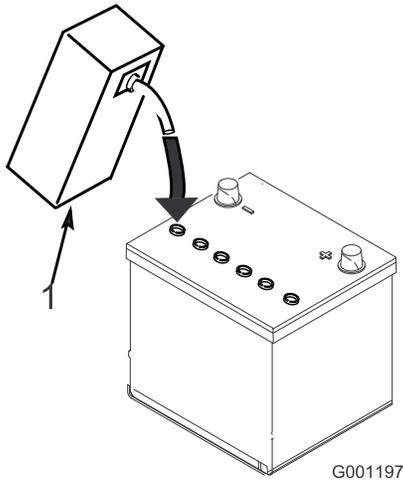

図 5
5. 各セルに慎重に電解液を満たす。電極板が6 mm程度水没するぐらいが適当(図5)。